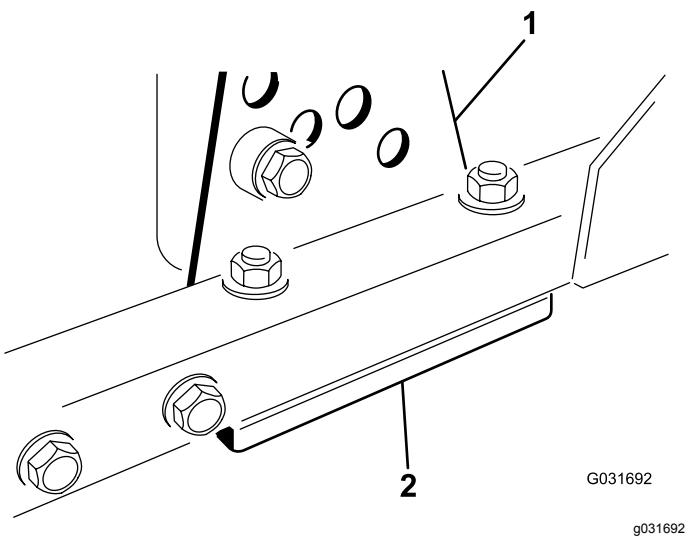

Bild 65
1. Entfernen Sie die Schnitthöhen-Einstellhalterung (vorne, links oder rechts) vom Mähwerkrahmen (Bild 65).
2. Führen Sie 1,5-mm- und/oder 0,7-mm-Beilagscheiben zwischen dem Mähwerkrahmen und der Halterung ein, um die gewünschte Schnitthöhe zu erhalten (Bild 65).